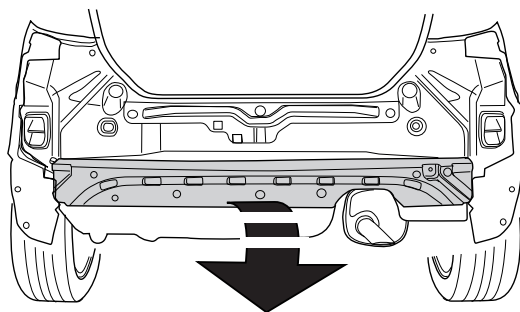

Fig.1
1. Снять бампер вместе с распоркой из пенопласта. См. рисунок 1.